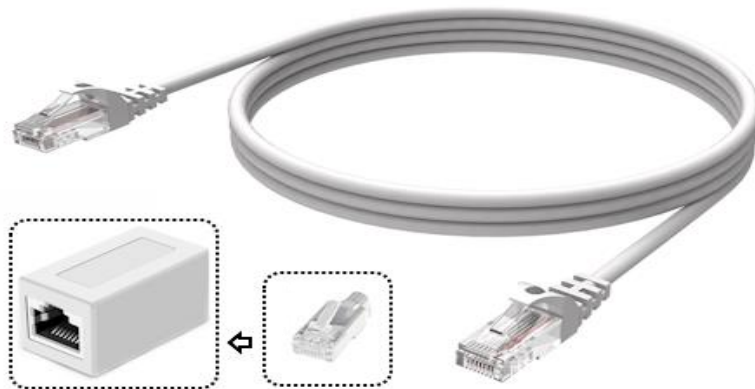

Рисунок 3 – Подключение ОСК к ЛВС
2.2.4.1 Подключить микроскоп ОСК-5 в ЛВС посредством подключения к гнезду RJ 45 (см. Рисунок 3).